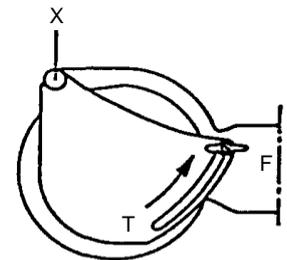

Abb. 7.7 – Einstellung des Tiefenanschlages
Diese Maschinen sind mit einstellbarem Tiefenanschlag (T) versehen, s. Abb. 7.7.